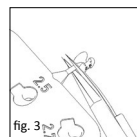

fig. 3
■ **fig. 3** Sizeren som velges til målingen, klippes av ved hjelp av en mikrosaks, og den transporteres inn i mellomøret ved hjelp av en suger eller ved hjelp av et annet mikrokirurgisk instrument.